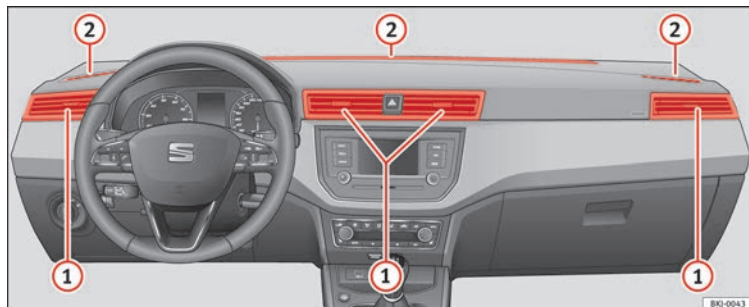

Fig. 144 Diffuseurs d'air.
Pour garantir le chauffage, le refroidissement et la ventilation à l'intérieur de l'habitacle, les diffuseurs d'air » fig. 144 ① doivent rester ouverts.